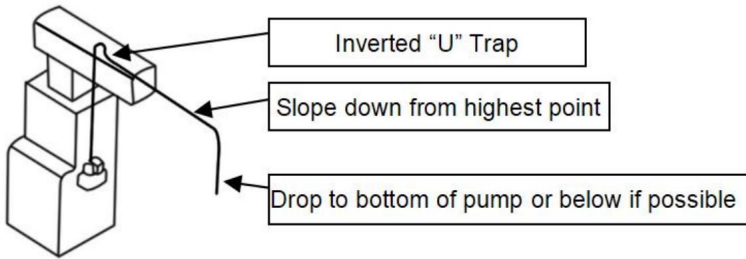

Figure 4
1. Verbinden Sie den Verdampferablauf mit einem der drei Pumpeneinlässe über einen flexiblen Schlauch oder ein Rohr. Achten Sie darauf, dass die Einlassleitung ein Gefälle nach unten aufweist, um den Schwerkraftfluss zu ermöglichen (Abbildung 4). Verlängern Sie die Zuleitung in den Tank um 2,5 bis 7,5 cm, um sicherzustellen, dass sie die ordnungsgemäße Funktion des Schwimmers nicht beeinträchtigt. Achten Sie darauf, dass die Zuleitung schräg abgeschnitten wird. dort, wo es in den Tank eintritt.